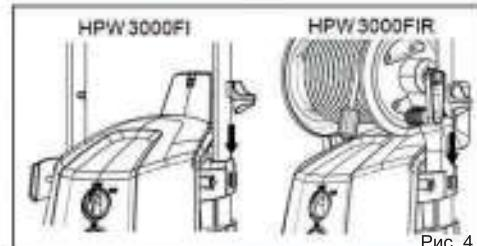

Рис. 4
3. Установите держатель электрокабеля питания с правой стороны мойки (рис. 4).